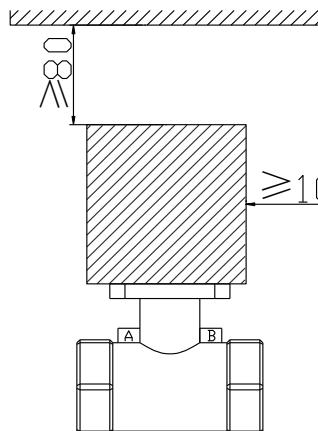

图 1
- 必须预留给执行器足够的拆装空间, 如图 1, 执行器上部空间不小于 80mm, 左右两侧不小于 100mm。